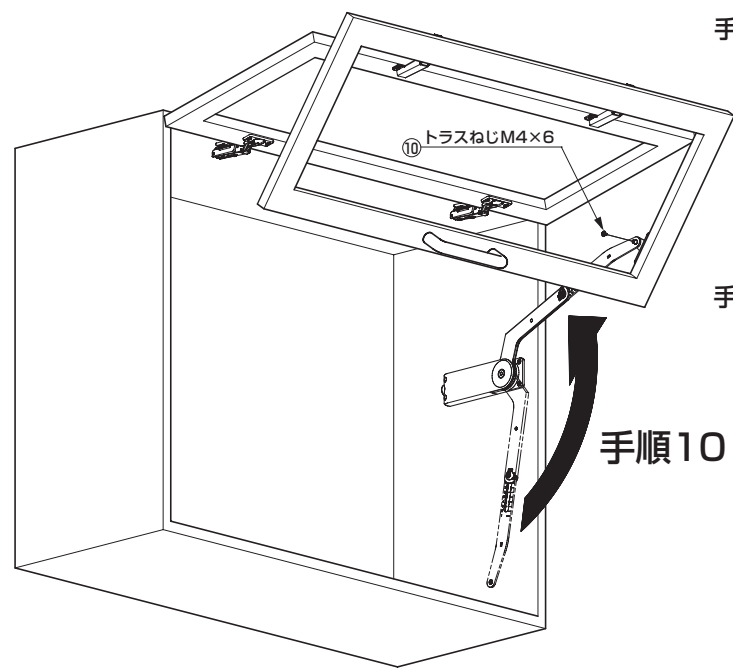

図 9. 扉取付図
**手順 10** オフセットヒンジ④により連結された上下の扉をキャビネットに取り付けます。ワンタッチ丁番の場合、丁番の座金と本体がしっかりと取り付けられていることを確認してください。HBFN-SZ 座金⑦の軸とアームの穴を合わせ、奥まで差し込んでください。(図 9.)